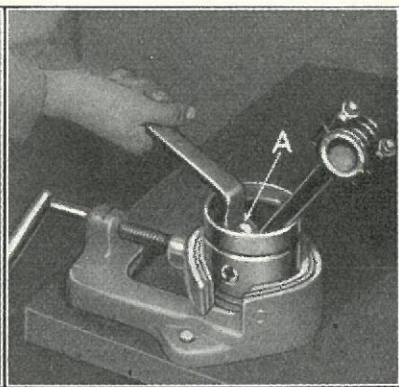

Fig. 243
- 413** Stempelpinden fjernes ved at skrue Plejlstangs-Topskruen (Fig. 243-A) ud og udtage Stempelpinden.